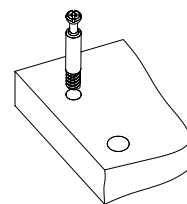

Рис.1
1. Вкрутить шпильки минификсов в соответствующие плоскостные отверстия столешницы 1 (Рис. 1).